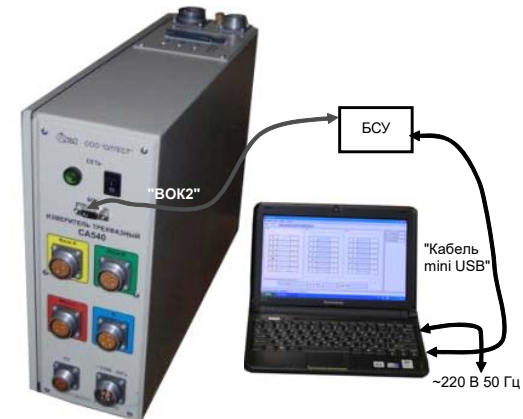

Рисунок 8.8
1) Зібрати схему (рисунок 8.8). Встановити вимикач на БСУ в положення